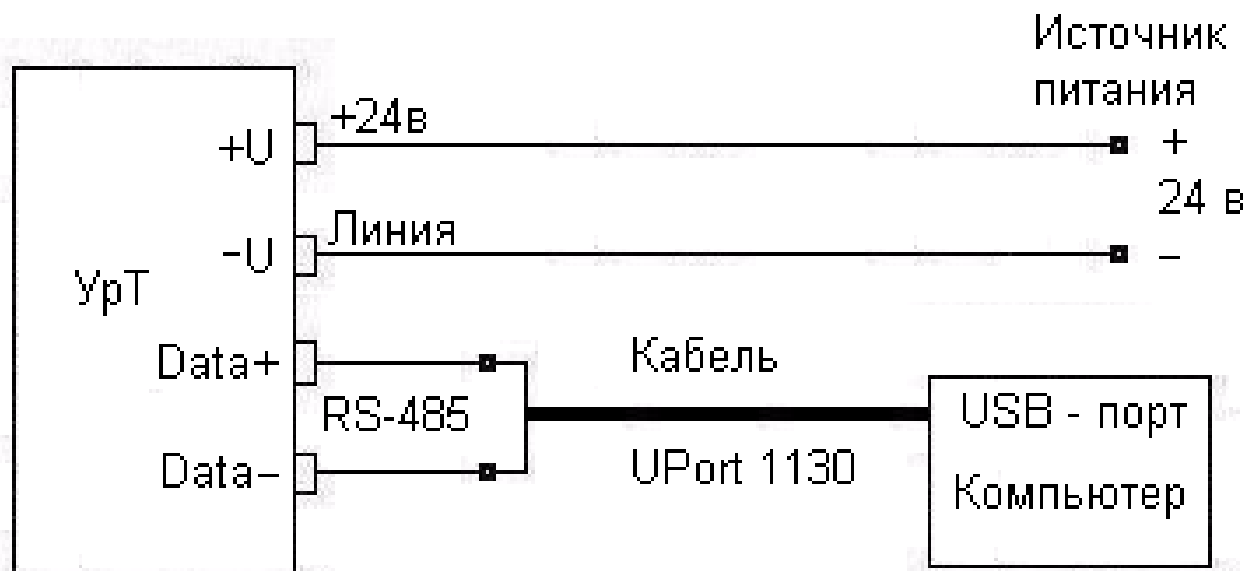

Рисунок 4
- для специальных исполнений УрТ-Т подключить уровнемер с помощью переходного кабеля “Uport 1130” к персональному компьютеру (рисунок 4). Установить и запустить программы !ask.exe и !info.exe, по <F4> перейти в “Оперативный режим” и проверить в таблице значение температуры и уровня. Значения должны соответствовать температуре окружающей среды и давлению $\pm 0,01 \cdot P_{\text{макс}}$